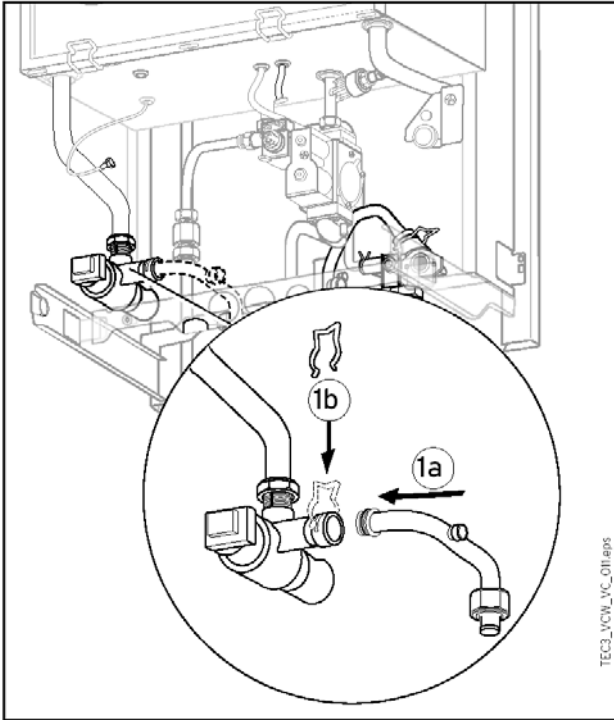

Рис. 11: Демонтируйте трубку горячей воды.
12. Установите трубку подающей линии водонагревателя. См. рис. 11.